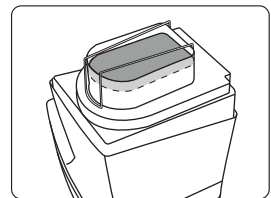

Fig. 3
- C. Inserte el filtro dentro del alojamiento de la resistencia (Figuras 1 y 2) y utilice el clip metálico suministrado para fijarlo (Fig. 3).